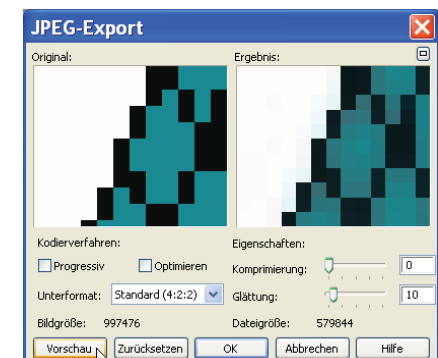

Abb. 5-5: Erzwungene JPG-Komprimierung eines 8-Bit-Bildes
- Eine Farbtiefe von 8 Bit Farbe ist bei JPG-Bildern ebenfalls nicht möglich. PHOTOSHOP bietet für diese Bilder das Format gar nicht an, COREL PHOTO-PAINT wandelt beim Speichern ohne Rückfrage in ein 24-Bit-Bild um. Erzwingt man in COREL DRAW das Speichern, wird ein Kontrollfenster eingeblendet, um die Qualität des JPG-Bildes zu steuern. Abbildung 5-5 zeigt, daß selbst bei einer Komprimierung von 0 neue Farben hinzugerechnet werden, was aber nur in sehr starker Vergrößerung auffällt.